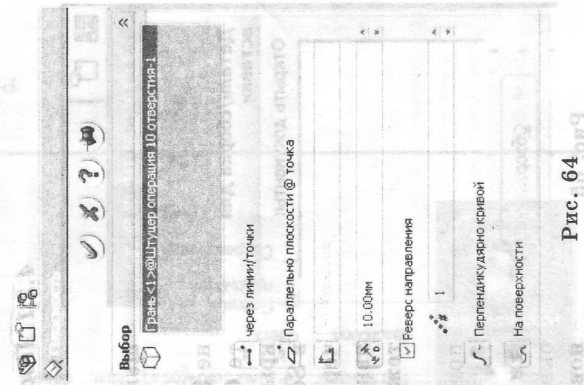

Рис. 64
1. Создание средней плоскости. Укажите плоскость, параллельно которой будем строить серединную плоскость. Далее — Вставка, Справочная геометрия, Плоскость. В диалоговом окне Плоскость укажите расстояние 8 мм. В квадратик **Реверс направления** поставьте галочку (рис. 64).